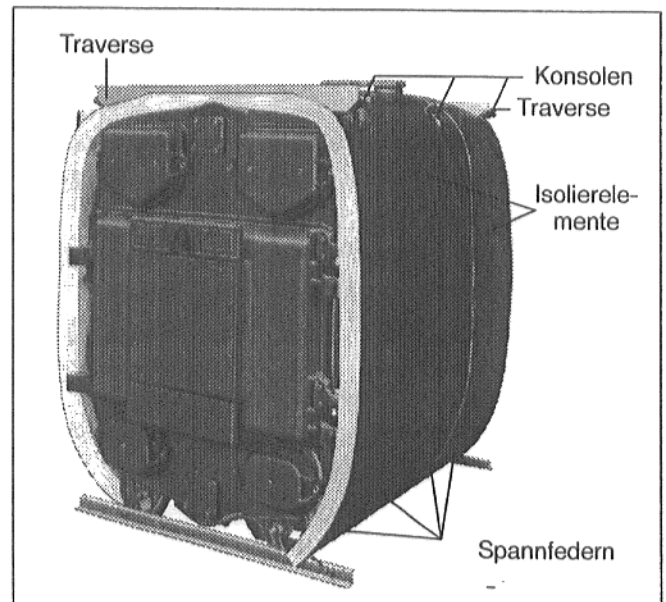

Abb. 37
- Sind die Isolierelemente nach Punkt 9.2. auf den Kesselblock aufgelegt, dann die Konsolen ertasten und die Isolierelemente an diesen Stellen einschneiden. Konsolen an den Einschnitten aus den Isolierelementen herausdrücken (Abb. 37).
- Die lange Traverse oben vorne und die kurze Traverse hinten oben mit Schrauben M 8 x 16 an die beiden Endglieder anschrauben. Die Abkantungen müssen nach außen zeigen (Abb. 37).